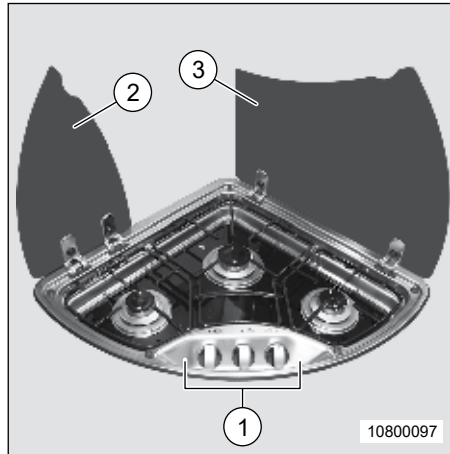

Fig. 98 Réchaud à gaz
1. Ouvrir les deux couvercles de la cuisinière à gaz (Fig. 98, Pos. 2, 3).
3. Tourner un bouton rotatif (Fig. 98 (Pos. 1) en position « grande flamme » en appuyant et le maintenir enfoncé.
5. Maintenir le bouton tournant (Fig. 98, Pos. 1) encore appuyé pendant environ 10 sec., jusqu'à ce que la soupape de la veilleuse de sécurité maintienne elle-même l'alimentation en gaz ouverte.
6. Sur le bouton rotatif (Fig. 98, Pos. 1), régler la puissance du brûleur souhaitée.
1. Tourner le bouton de réglage (Fig. 98, Pos. 1) sur « 0 ». La flamme s'éteint.